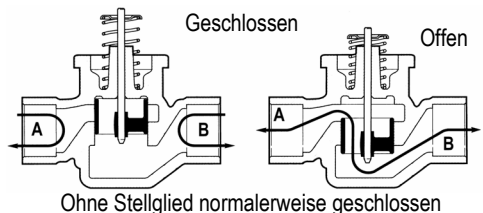
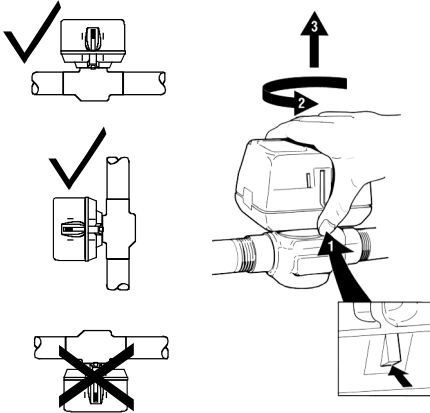

Abb. 2: Flussrichtung
Abb. 3: Lage des Ventils Abb. 4: Entfernung des Stellglieds
3. Das Ventil kann mit der Flussrichtung A nach B oder B nach A eingebaut werden (Abb. 2). Der Ventilkörper kann in beliebigem Winkel eingebaut werden, allerdings darf sich das Stellglied horizontal nicht unterhalb des Ventilkörpers befinden (Abb. 3). Stellen Sie sicher, dass am Stellglied genug Platz für einen Austausch oder Wartungsarbeiten vorhanden ist. Bauen Sie das Ventil so ein, dass Wartungsarbeiten leicht durchzuführen sind. An der Oberseite sind 25 mm Platz erforderlich, um das Stellglied abzunehmen.